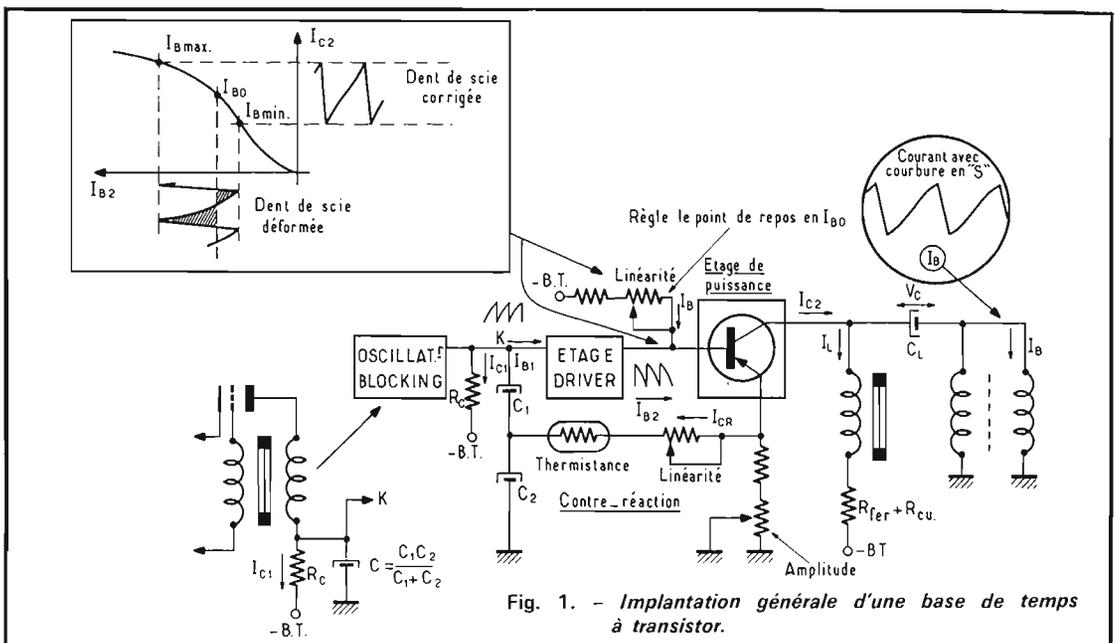

Fig. 1. - Implantation générale d'une base de temps à transistor.
- b) par rapport aux variations de température : voir figure 1 le diagramme correspondant;
Afin d'attaquer notre base avec un courant suffisant, il faut intercaler entre le blocking et l'étage de sortie un transistor supplémentaire qui a pour fonction essentielle d'amplifier « en courant ». Par ailleurs, si on lui confère un gain supérieur à celui que nécessite le transistor de puissance, on peut prévoir une chaîne de contre-réaction qui ajuste exactement la linéarité souhaitable (voir fig. 1). Cette ligne débute sur l'émetteur du transistor de puissance et aboutit sur un pont de capacités qui shuntent la résistance prélevant la dent de scie au blocking.